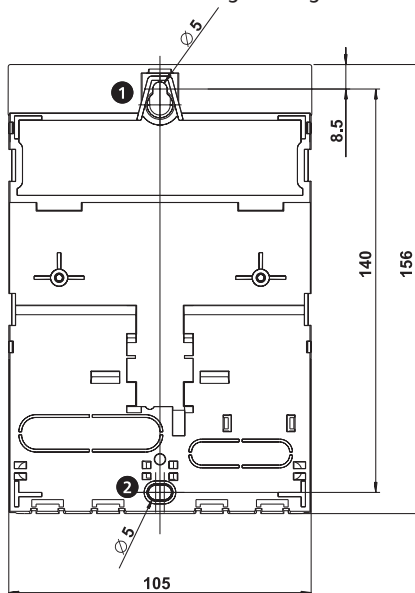

Abb. 2: Rückseite des Reglers mit Montageöffnungen oben ❶ und unten ❷
2. Schraube für obere Montageöffnung ❶ (Abb. 2) eindrehen, sodass der Schraubenkopf einen Abstand von 5 ... 7 mm zur Montagefläche hat.
4. Untere Montageöffnung ❷ durch das Reglergehäuse hindurch anzeichnen.
6. Regler an oberer Montageöffnung ❶ einhängen und mit der Schraube durch die untere Montageöffnung ❷ fixieren.